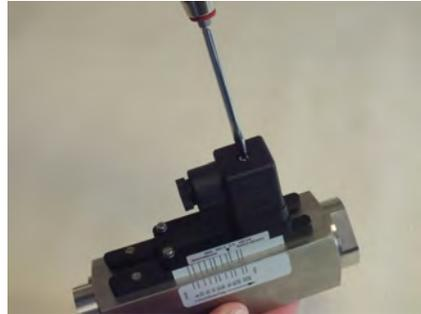

Abb. 65: Steckerdose lösen
- 1.** ➤ Mit einem Schlitzschraubendreher die Befestigungsschraube (Abb. 65) der Steckerdose lösen